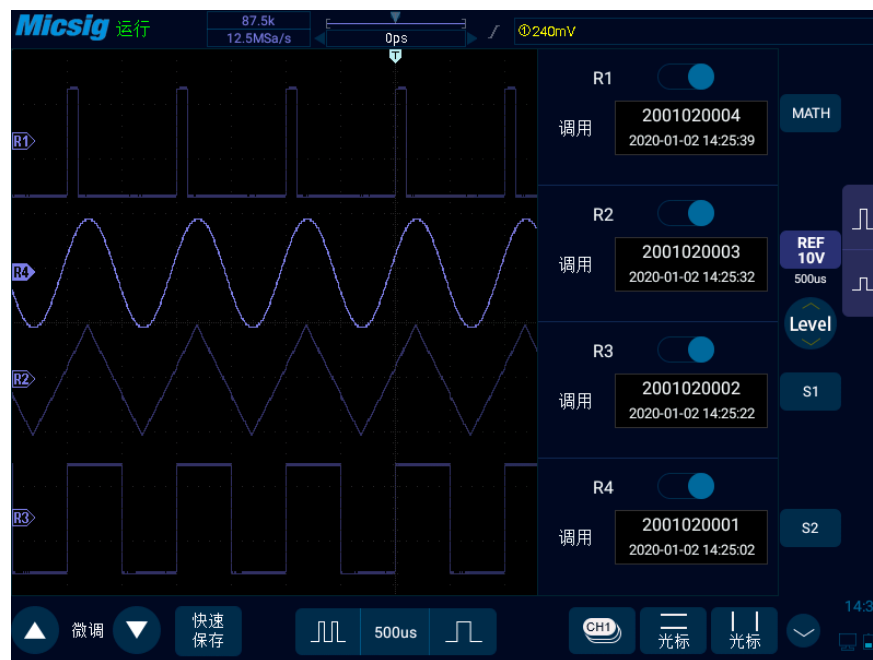

图9-6 恢复参考波形
- 3) 点击需要调用的参考波形文件名，该文件载入到 R1 通道，此时 R1 通道打开为当前通道波形，且参考波形通道图标  也高亮显示，状态显示由“关闭”变为“打开”。如图 9-6 所示，图中显示较亮的参考波形为当前参考通道。